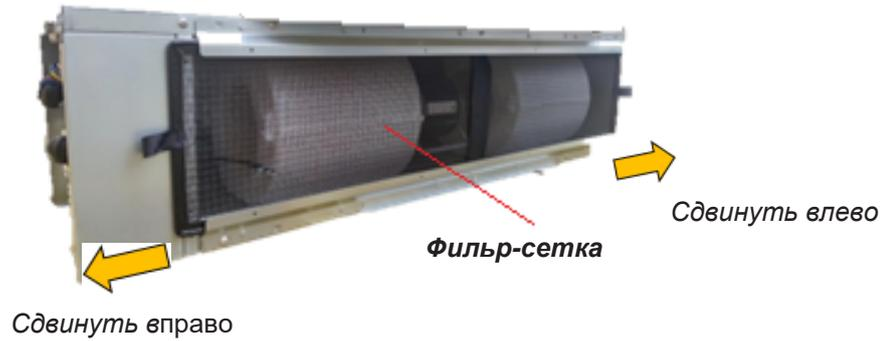

Рис.2.19
- Фильтр - сетка сдвигается влево или вправо (рис.2.19)